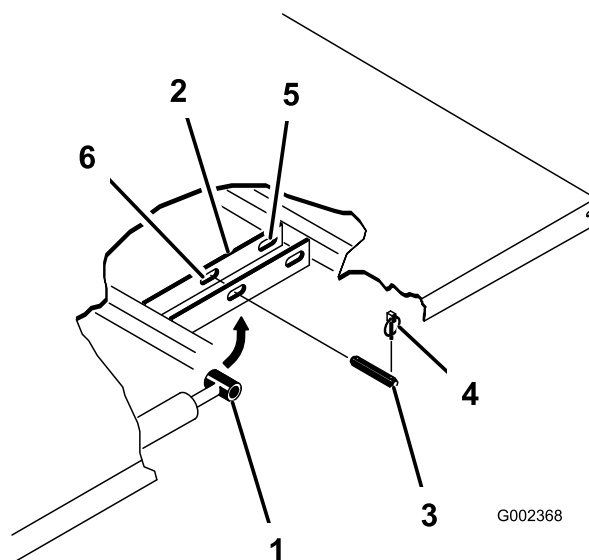

Bild 3
4. Nehmen Sie die Klappstecker von den äußeren Enden der Lastösenbolzen der Zylinderstange (Bild 3) ab.
5. Nehmen Sie die Lastösenbolzen ab, mit denen die Zylinderstangenenden an den Befestigungsplatten der Ladepritsche befestigt sind. Drücken Sie hierfür die Bolzen zur Mitte der Maschine (Bild 3).